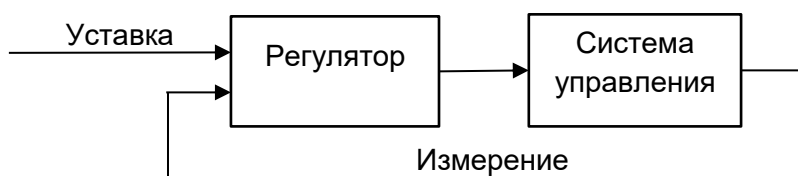

Рисунок 2.61
**«Измерение»** – параметр позволяет пользователю выбрать канал с данными, которые возвращаются в регулятор из системы контроля (см. рисунок 2.61). Канал ОС (обратной связи) определяет входные данные для управления процессом.